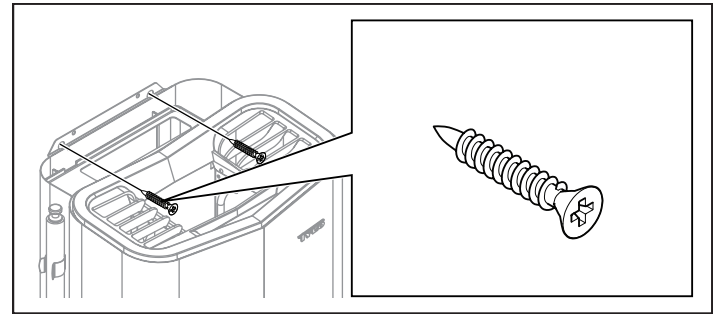
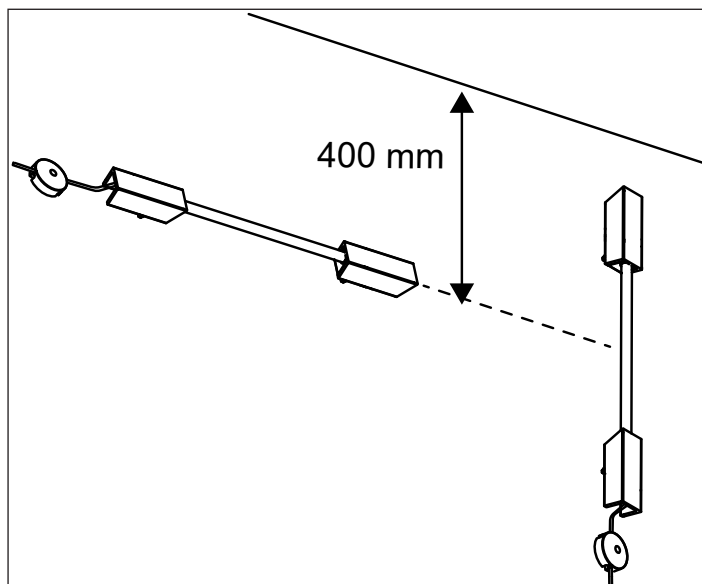
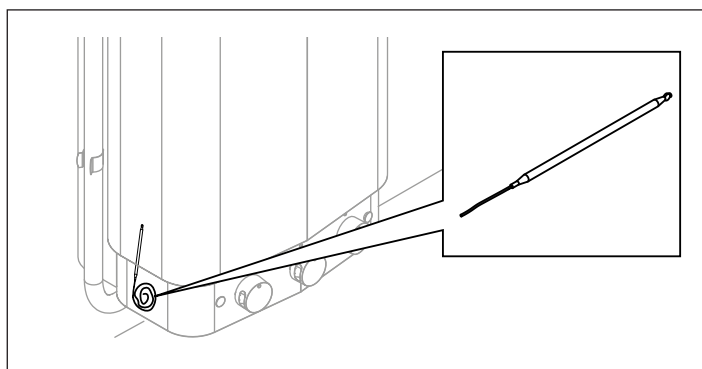

Fig 12: Konsolens låsskruvar
Fig 17: Temperatursensorn
Fig 18: Hitta temperatursensorn
10. Lås aggregatet på plats med två låsskruvar (se Fig 12).
Skjut in temperatursensorn (hittas på sidan av aggregatet, se Fig 18) och sätt på profilerna. Fäst kapillärröret med clipsen (2) och dycket (3) (se Fig 12). Sensorn kan placeras antingen vertikalt eller horisontellt, se fig 17
Vid inkoppling till spänningar eller fas-tal, som inte anges i kopplingsschema Fig 17, kontakta TylöHelo kundservice.